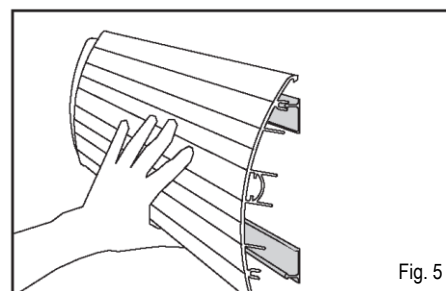

Fig. 5
- Fissare il profilo in PVC alle clip o alle guide premendo in modo deciso. Se necessario, utilizzare un mazzuolo. Verificare che il profilo in PVC sia correttamente fissato a tutte le clip o per l'intera lunghezza della guida (vedere fig. 5 e 6).